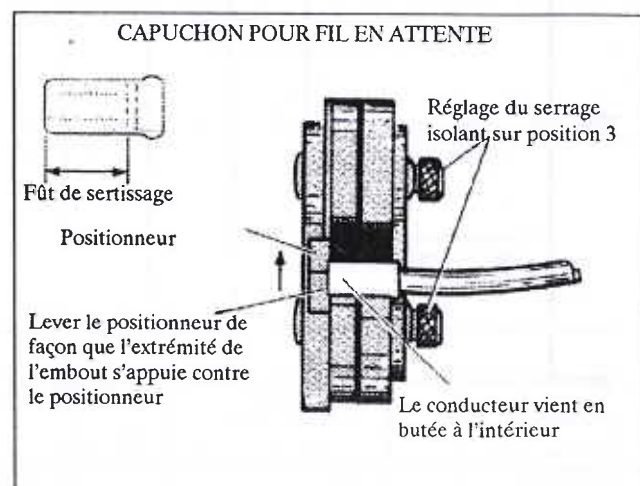

Figure 4
- (d) Soulever le positionneur de sorte que l'extrémité de l'embout s'appuie contre la partie du positionneur (voir figure 4).